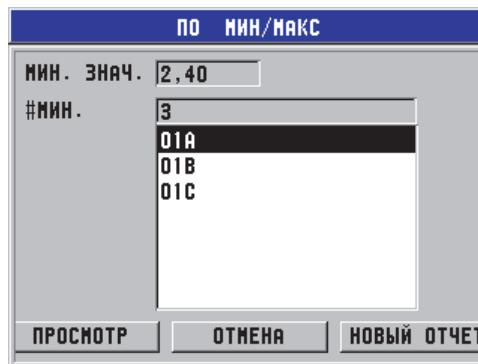

Рис. 6-45 Экран результатов отчета СВОДКА МИН/МАКС
- Открывается экран результатов отчета **ПРОСМОТР МИН. ЗНАЧ.** с выделенным ИД минимального значения толщины (см. Рис. 6-45 на стр. 142).